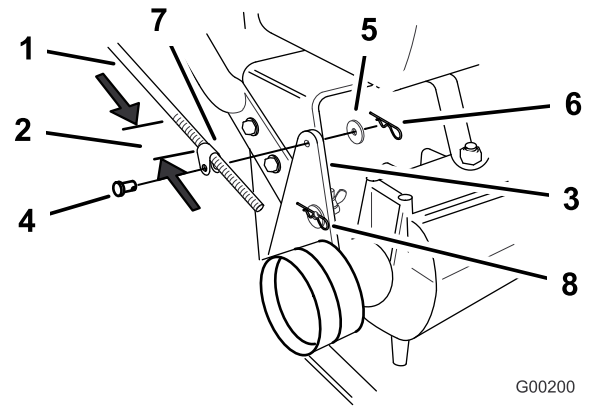
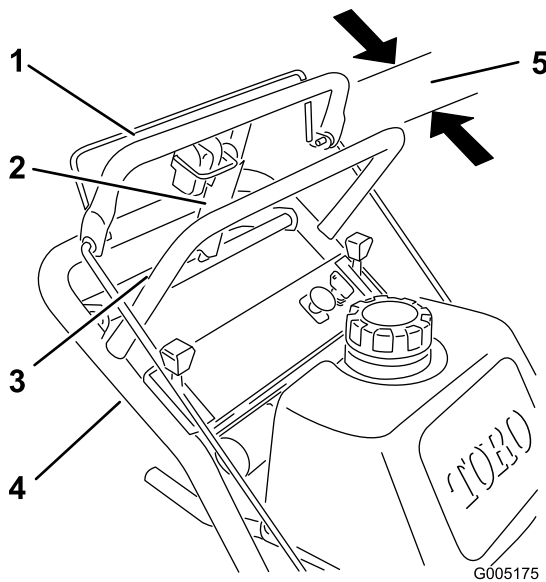

Figure 10
Figure 11
- Vérifiez que les tiges sont équidistantes sur chaque tige de commande. Les tiges de commande doivent se trouver à environ 89 mm (3,5 po) du début du filetage pour la position la plus basse du guidon (Figure 10).
- Enfilez les axes de chape dans les fixations et les trous de montage des pattes de la poulie de tension (en passant par l'extérieur) (Figure 10). Fixez-les en place avec les rondelles et les goupilles fendues (Figure 10).
**Remarque:** Vérifiez que la tige de frein est placée dans le trou de montage avant (F) de la patte de la poulie de tension.
- Vérifiez l'espace entre la barre de commande supérieure et la barre fixe quand la transmission aux roues est complètement embrayée. L'espace doit être de 25 à 32 mm (1 à 1-1/4 po) environ (Figure 11).